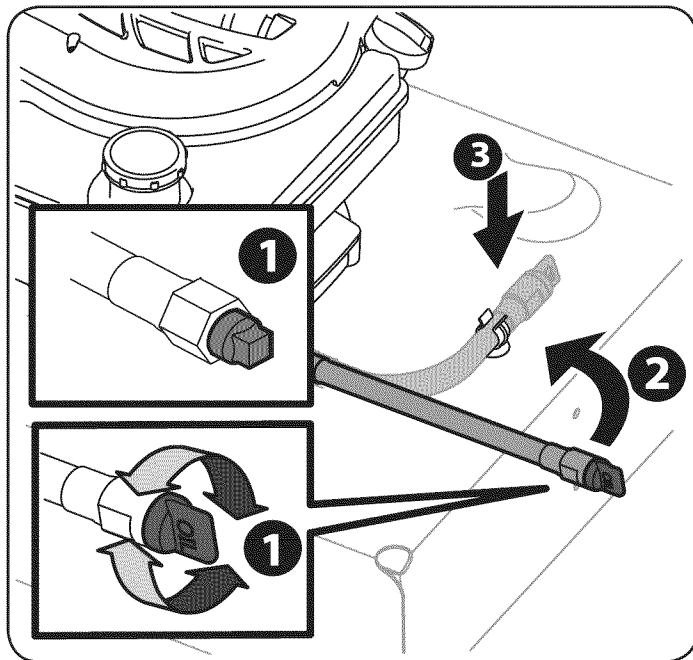

Figura 18
3. Desenrosque la tapa del extremo de la manguera de drenaje de aceite girándola en el sentido contrario a las agujas del reloj para empezar a drenar el aceite. Consulte el recuadro Figura 18.
4. Una vez que se haya terminado de drenar el aceite, enrosque la tapa nuevamente en el extremo de la manguera de drenaje de aceite. Consulte el recuadro de la Figura 18.
1. Ubique la manguera nuevamente sobre la plataforma, luego oprimala para que vuelva a quedar en su lugar sobre la plataforma. Vea la Figura 18.